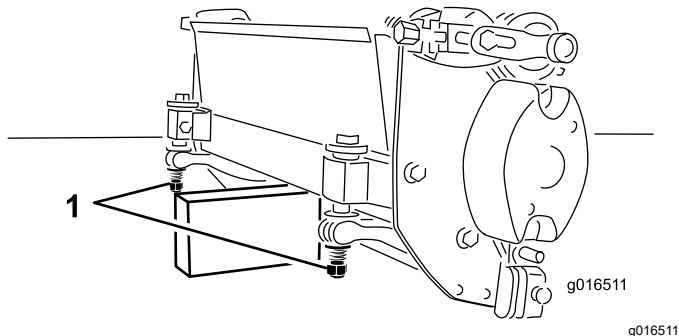

图 16
**注意** 确保底刀架调节螺栓后端上的螺母不与工作表面接触图 16。
当您需要翻转滚刀组以露出底刀/滚刀时应支撑住滚刀组的后部确保底刀架调节螺栓后端的螺母不会接触工作表面 图 16。